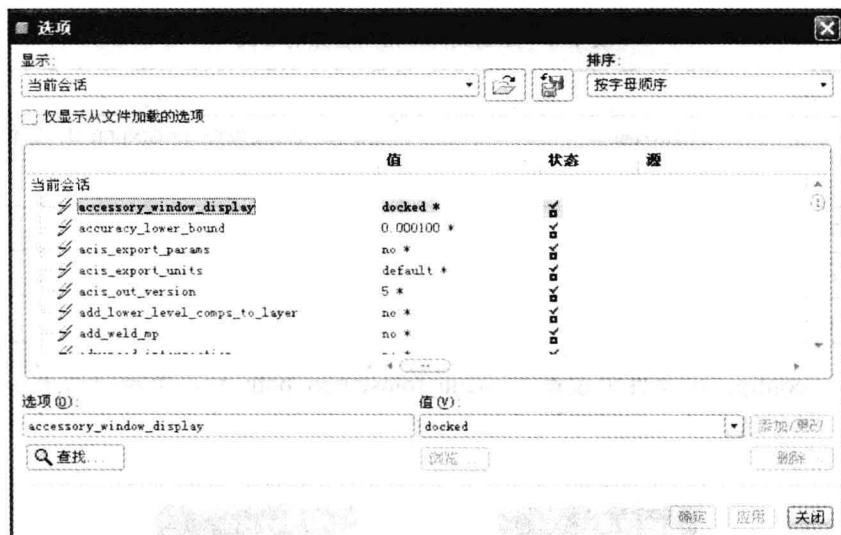

图 1-13 【选项】对话框
STEP ① 选择【工具】|【选项】命令，Pro/ENGINEER 系统弹出【选项】对话框，去掉 **仅显示从文件加载的选项** 前面的“√”，Pro/ENGINEER 系统中的当前进程就会全部显示出来，如图 1-13 所示。